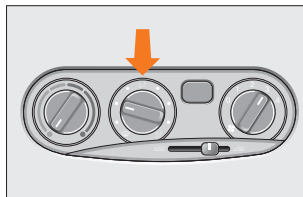

Рис. 52. Средний вращающийся переключатель
**Средний вращающийся переключатель: Распределение воздуха (рис. 52).**